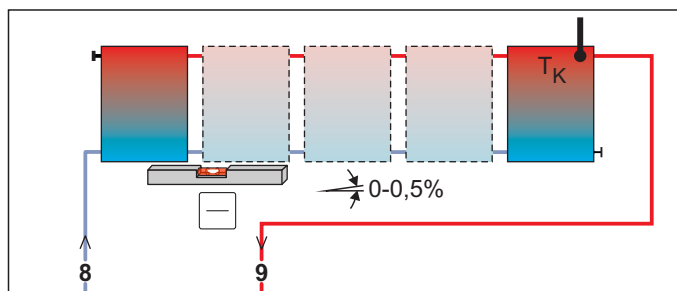
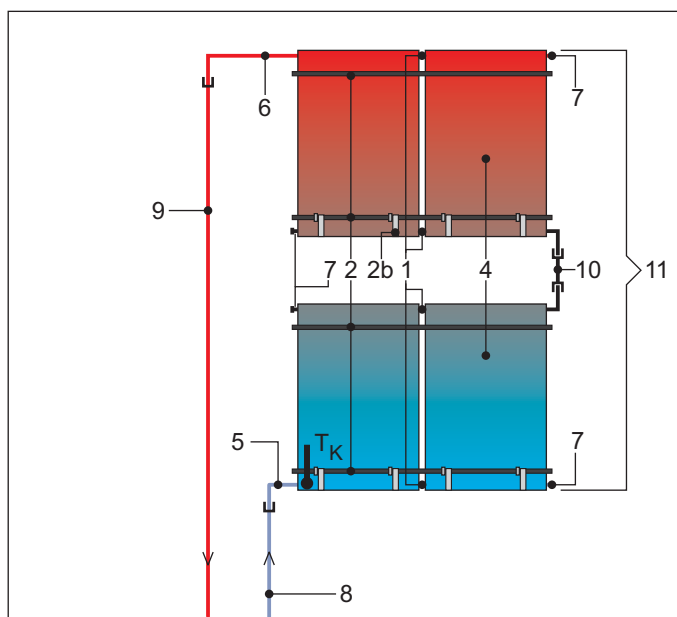
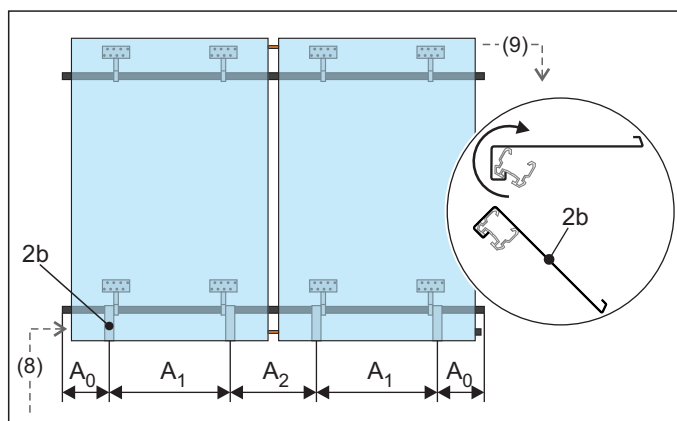

Fig. 4-1 Campo de colectores solares con conexión bilateral (recomendado)
Fig. 4-3 Disposición de colectores solares alternativa
Fig. 4-5 Paso 1: alineación de los ganchos de seguridad (Para la leyenda véase Tab. 4-1, para las dimensiones véase Tab. 4-3)
Como alternativa a la conexión puramente paralela de los colectores solares que se describen en estas instrucciones, si es necesario, se pueden montar como máximo 3 filas de colectores superpuestas. Los colectores o campo de colectores superpuestos deben conectarse en serie (fig. 4-3).
Tab. 4-1 Leyenda de la fig. 4-1 hasta fig. 4-3 y fig. 4-5
- El conductor de conexión de avance debe conectarse al colector por arriba y el conductor de conexión de retorno por abajo (véase fig. 4-1 hasta fig. 4-3 y fig. 4-5).